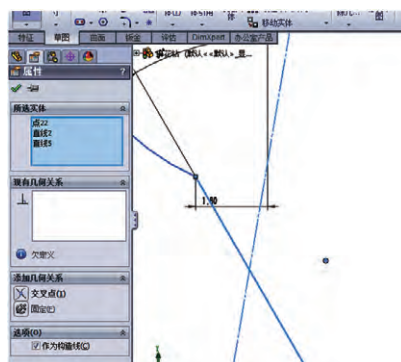

图 15
(10) 绘制一个点，选中点、构造线 2 与步骤 9 中所绘直线，添加几何关系“交叉点”（图 15）。